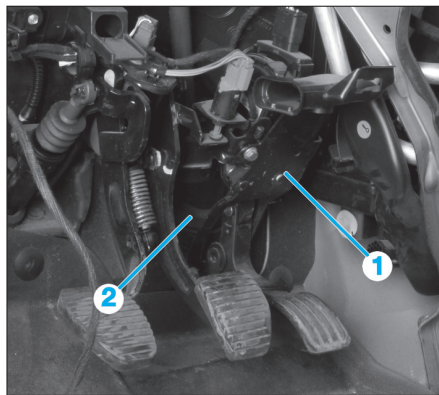
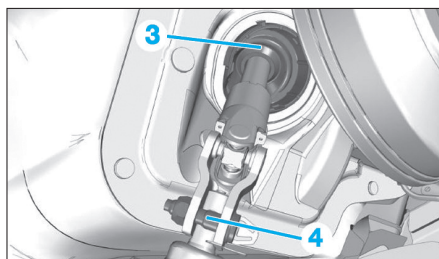
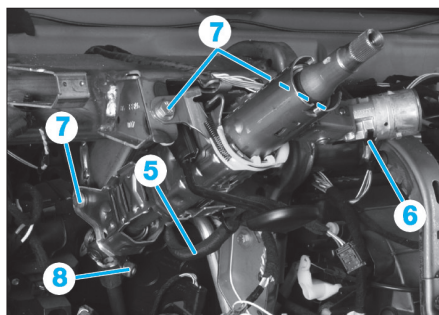

Fig. 5
Fig. 6
Fig. 7
Il est possible de seulement déposer la partie supérieure de la colonne de direction (Fig.7). Pour cela, déposer la vis (8) de l'axe intermédiaire de la colonne de direction.
- Déposer l'ensemble pédale accélérateur (1) (Fig.5).
- Dégraffer le joint situé derrière la pédale d'accélérateur (2).
- Dégraffer le joint (3) (côté compartiment moteur) (Fig.6).
- Déposer la vis et l'écrou (4).
- Dégraffer le faisceau électrique (5) (Fig.7).
- Débrancher le connecteur (6) de l'antivol de direction.